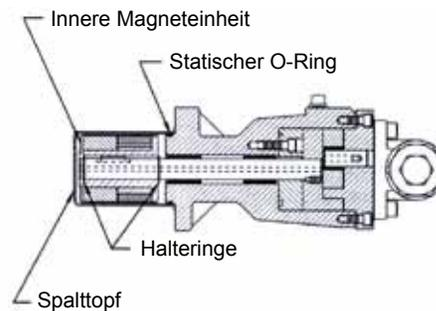

ABBILDUNG 29
3. Installieren Sie den ersten externen Haltering (in der Nut, die dem Gehäuse am nächsten ist), und setzen Sie die Feder auf die Welle. Schieben Sie die innere Magneteinheit auf die Welle (wobei die Gegenbohrung des Magneten von der Pumpe weg zeigen muß), so daß sie an dem Haltering anliegt. Setzen Sie den zweiten Haltering ein (der dem Wellenende am nächsten ist), um den Magneten zu sichern. (**Siehe Abbildung 29**).